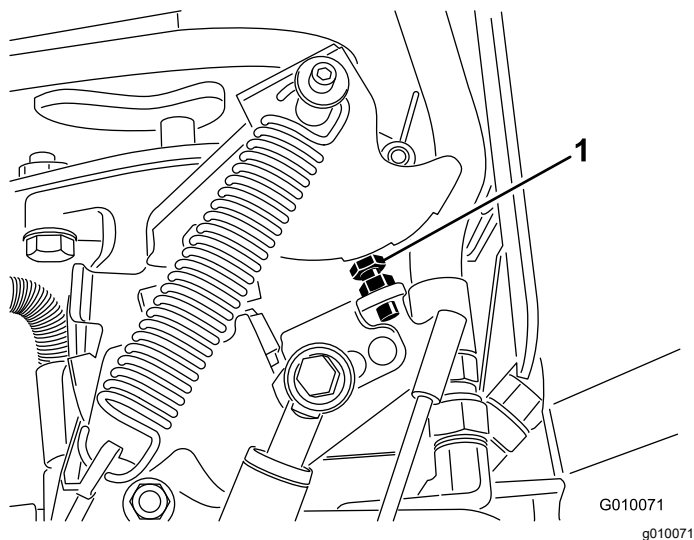

Рисунок 71
6. При необходимости регулировки подведите упорный болт (Рисунок 71) к упорной плите для уменьшения расстояния между проколами или отведите его от упорной плиты для увеличения расстояния между проколами.